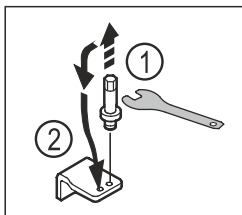

Fig. 21
- ▶ Kierrä alemman laakerijalustan pultit ulos SW5-ulkokuo- sioavaimella. Fig. 21 (1)
- ▶ Aseta pultit vastapäiselle puolelle. Fig. 21 (2)